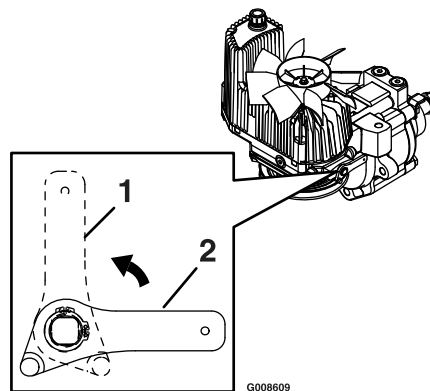

Figura 32
3. Gire las palancas de las válvulas de liberación a la posición vertical para empujar la máquina (Figura 32).
5. Gire las palancas de las válvulas de desvío a la posición horizontal para conducir la máquina (Figura 32).